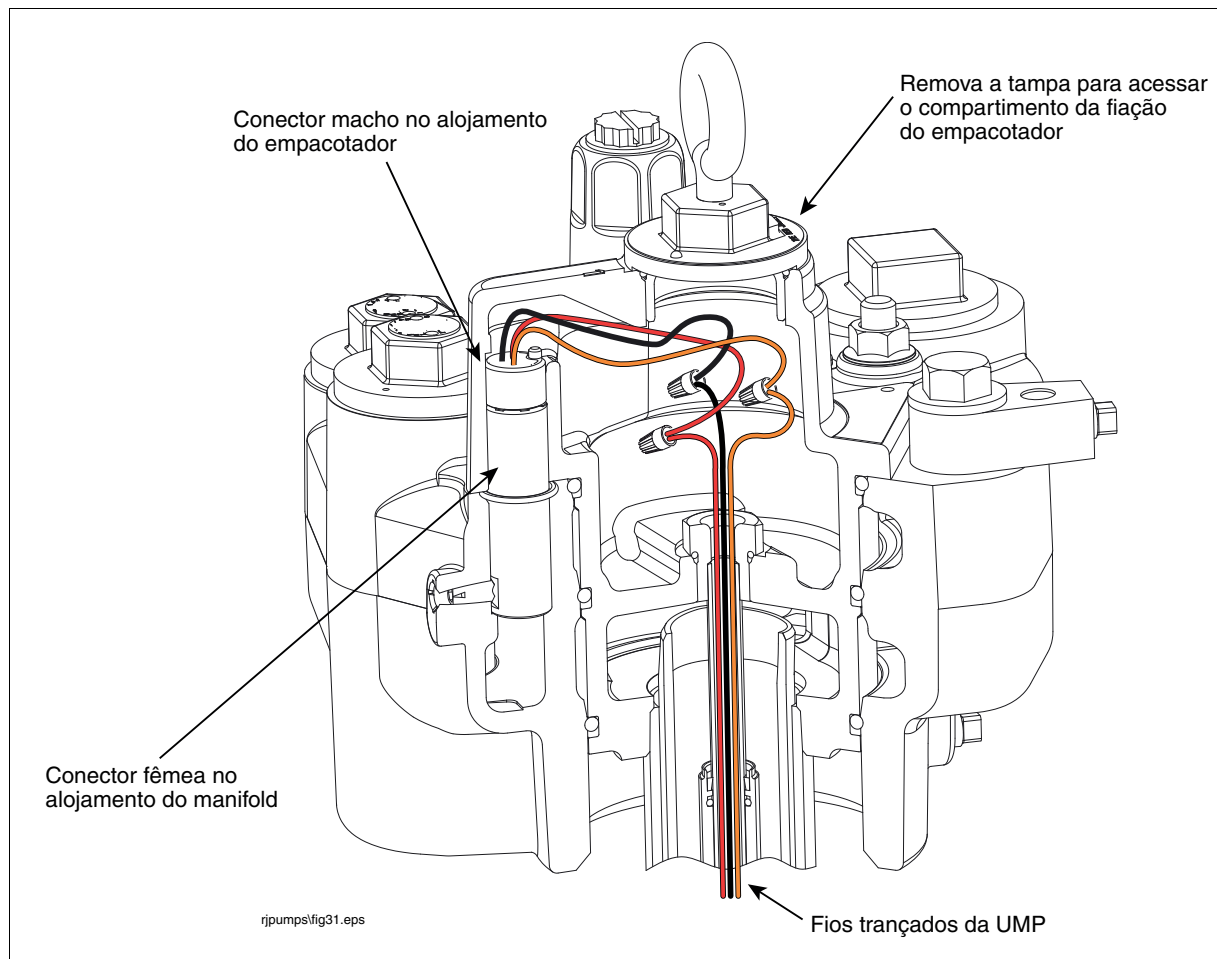

Figura 16. Conexão da UMP à fiação do empacotador
13. Conecte os fios coloridos da UMP aos fios da mesma cor do conector macho com as porcas de arame. Quando terminar de conectar os fios, enrole-os cuidadosamente no compartimento de fiação do empacotador (consulte a Figura 16).